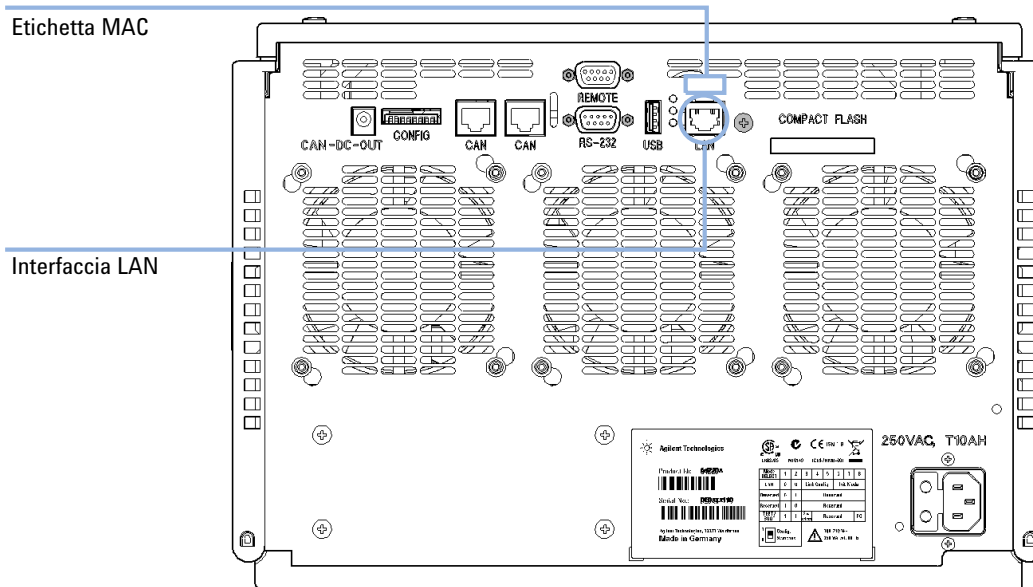

Figura 35 Posizione delle interfacce LAN e dell'etichetta MAC
- 1 Annotare l'indirizzo MAC (Media Access Control) per ulteriore riferimento. L'indirizzo MAC o hardware delle interfacce LAN è un identificatore univoco a livello mondiale. Nessun altro dispositivo di rete possiede un identico indirizzo hardware. L'indirizzo MAC è riportato sull'etichetta posta sul retro del modulo (vedere la Figura 35, pagina 239).
- 2 Collegare l'interfaccia LAN dello strumento (vedere Figura 35, pagina 239) alla